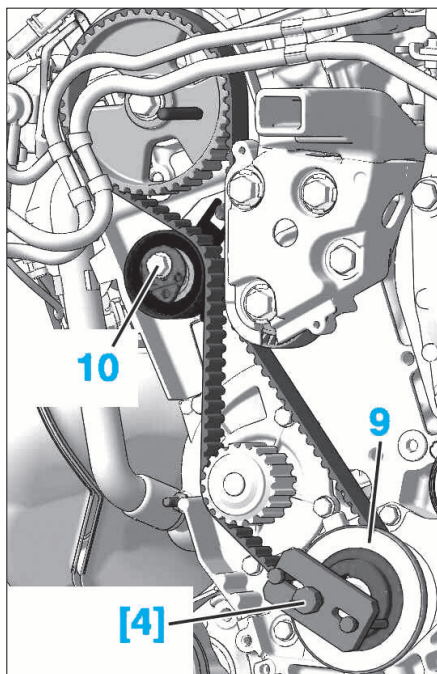

FIG. 18
- le carter de distribution inférieur (8).
- Déposer la cible de régime moteur (9) à l'aide de l'outil [4] (Fig.18).